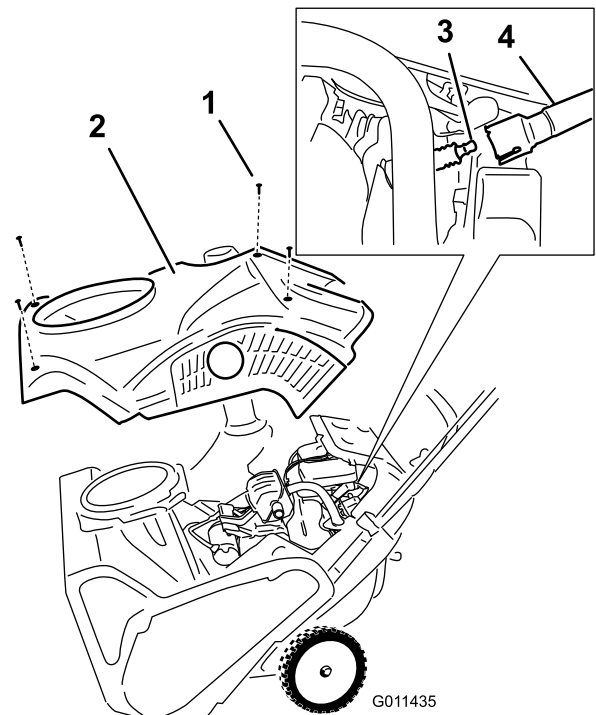

Figure 33
4. Enlevez les 4 vis de fixation du carénage (Figure 33).
6. Déposez le carénage (Figure 33).